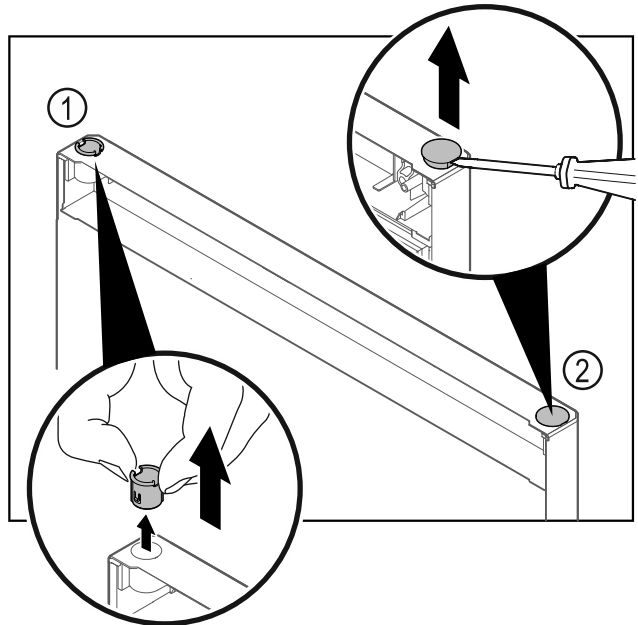

Fig. 27
- Estrarre la boccia cerniera Fig. 27 (1) con le dita.
- Con un cacciavite a testa a intaglio sollevare con cautela il tappo Fig. 27 (2) ed estrarlo.